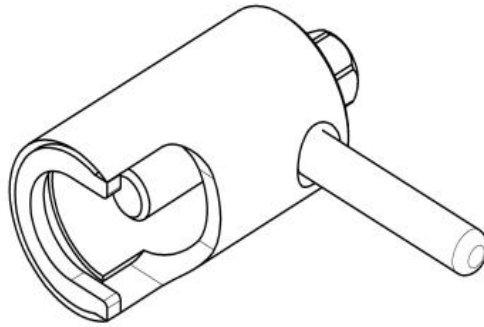

Рис. 9 Съемник крыльчатки.
- снять крыльчатку при помощи специального съемника (см. рис. 9);